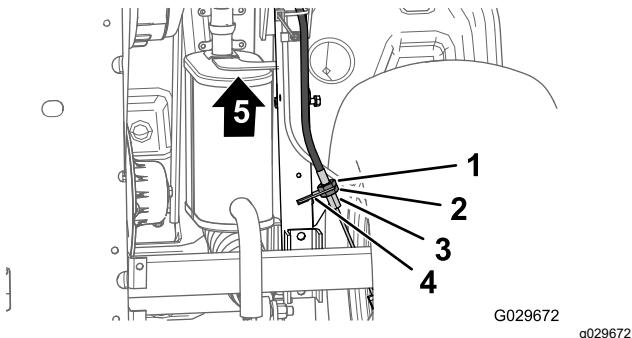

Figure 68
3. Au bas de la machine, desserrez de 4 tours l'écrou de blocage arrière du régulateur fileté sur le câble de frein de stationnement (Figure 68).
4. Resserrez l'écrou de blocage avant (Figure 68).
- A. Desserrez d'un tour l'écrou de blocage avant (Figure 68) du régulateur fileté du câble de frein de stationnement.
- B. Resserrez l'écrou de blocage arrière (Figure 68).
- A. Desserrez d'un tour l'écrou de blocage arrière (Figure 68) du régulateur fileté du câble de frein de stationnement.
- B. Resserrez l'écrou de blocage avant (Figure 68).